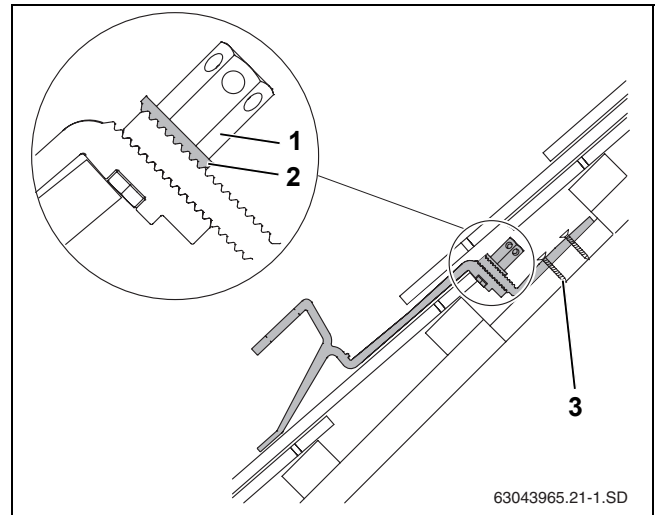

Fig. 19 Gancho de tejado montado – vista de la sección con parte inferior del gancho de tejado acortada
La arandela dentada (Fig. 19, [2]) debe encajar en el lado dentado de la parte inferior del gancho para tejado.
- Apriete la tuerca hexagonal larga (Fig. 19, [1]). Introduzca para ello la llave de tamaño 5 en el orificio de la tuerca hexagonal y gírela.
- Fije la parte inferior del gancho de tejado al cabrio o a la tabla/tablon como mínimo en el primer (Fig. 19, [3]) y en el segundo orificio mediante tornillos adecuados.